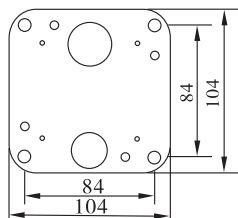

图8 安装盘尺寸
- 钻 $\Phi 8$ 塑料胀管安装孔。参见图8安装盘尺寸。